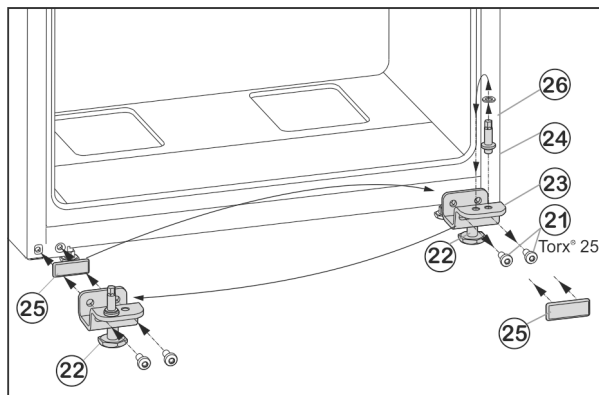

Fig. 7
- ▶ Desserrer les vis de fixation *Fig. 7 (21)*.
- ▶ Retirer l'ensemble du support de palier inférieur *Fig. 7 (23)* avec le boulon de palier *Fig. 7 (24)*, la rondelle *Fig. 7 (26)* et le pied de réglage *Fig. 7 (22)*.
- ▶ Dévisser l'ensemble du boulon de palier *Fig. 7 (24)* avec la rondelle *Fig. 7 (26)*, déplacer le tout dans le trou de préhension du côté opposé du support de palier et revisser fermement.
- ▶ Retirer avec précaution la plaque de recouvrement *Fig. 7 (25)* et la déplacer du côté opposé.
- ▶ Revisser l'ensemble du support de palier inférieur *Fig. 7 (23)* avec le boulon de palier *Fig. 7 (24)*, la rondelle *Fig. 7 (26)* et le pied de réglage *Fig. 7 (22)* du côté de la nouvelle charnière, au besoin à l'aide d'une visseuse sans fil (**en appliquant un couple de 4 Nm**).
- ▶ Placer la porte inférieure depuis le haut sur le boulon *Fig. 7 (24)*.
- ▶ Dévisser le pied de réglage *Fig. 7 (22)* au niveau du support de palier inférieur *Fig. 7 (23)* jusqu'à ce qu'il repose au sol.